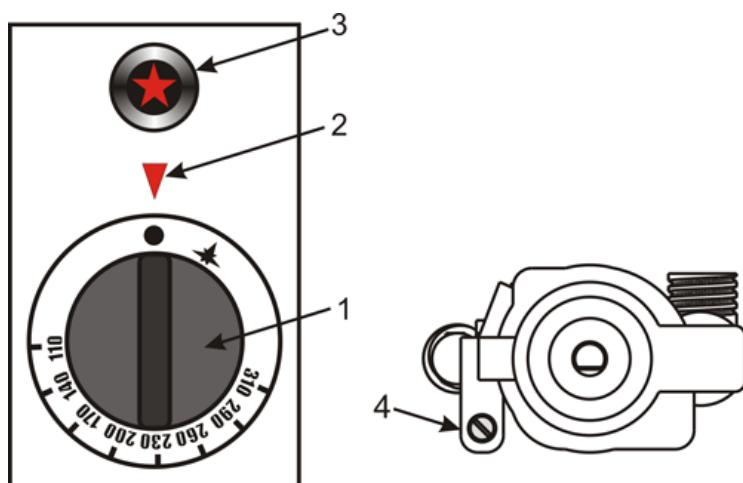

Рис.7. Конструкция крана духового шкафа
- Открутите на пол оборота регулировочный винт 4 (рис.7) против часовой стрелки и затем закрутите **по часовой стрелке до упора**. В большинстве случаев, этого достаточно. Но если давление газа ниже нормы, потребуется слегка увеличить подачу газа.
- Если это не так, то необходимо открутить регулировочный винт 4 (рис.7) **против часовой стрелки**, увеличив подачу газа.